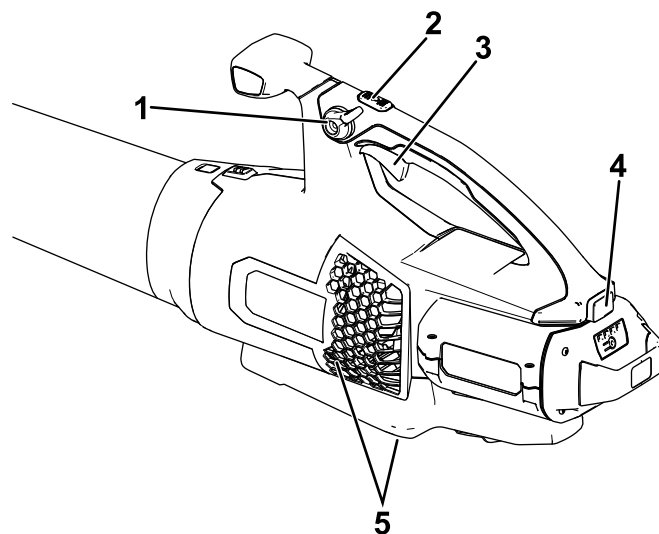

Figura 3
4. Per avviare il soffiatore, premete la levetta della velocità variabile (Figura 3).
**Nota:** Innestate il blocco della velocità per tenere la macchina accesa senza premere la levetta della velocità variabile (Figura 3).
Per ottenere le massime prestazioni (velocità dell'aria), premete completamente la levetta della velocità variabile, quindi tenete premuto il pulsante turbo boost per la quantità di tempo desiderata (Figura 3).
Per regolare la velocità dell'aria mentre il soffiatore è in funzione, utilizzate la levetta della velocità variabile (Figura 3).
Per mantenere la velocità dell'aria impostata, innestate il blocco della velocità (Figura 3).
Per arrestare il soffiatore, disinnestate il blocco della velocità (se in uso) e lasciate andare la levetta della velocità variabile (Figura 3).